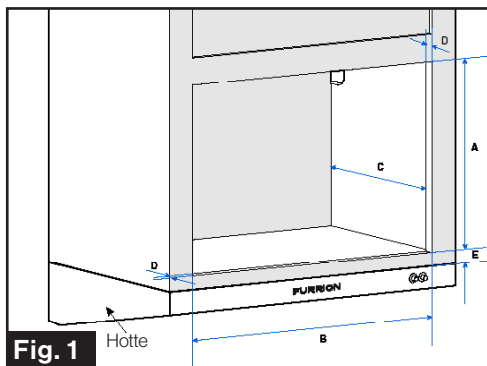

Fig. 1
2. Marquez et découpez une ouverture dans l'armoire selon les dimensions indiquées dans le tableau. (Fig. 1)